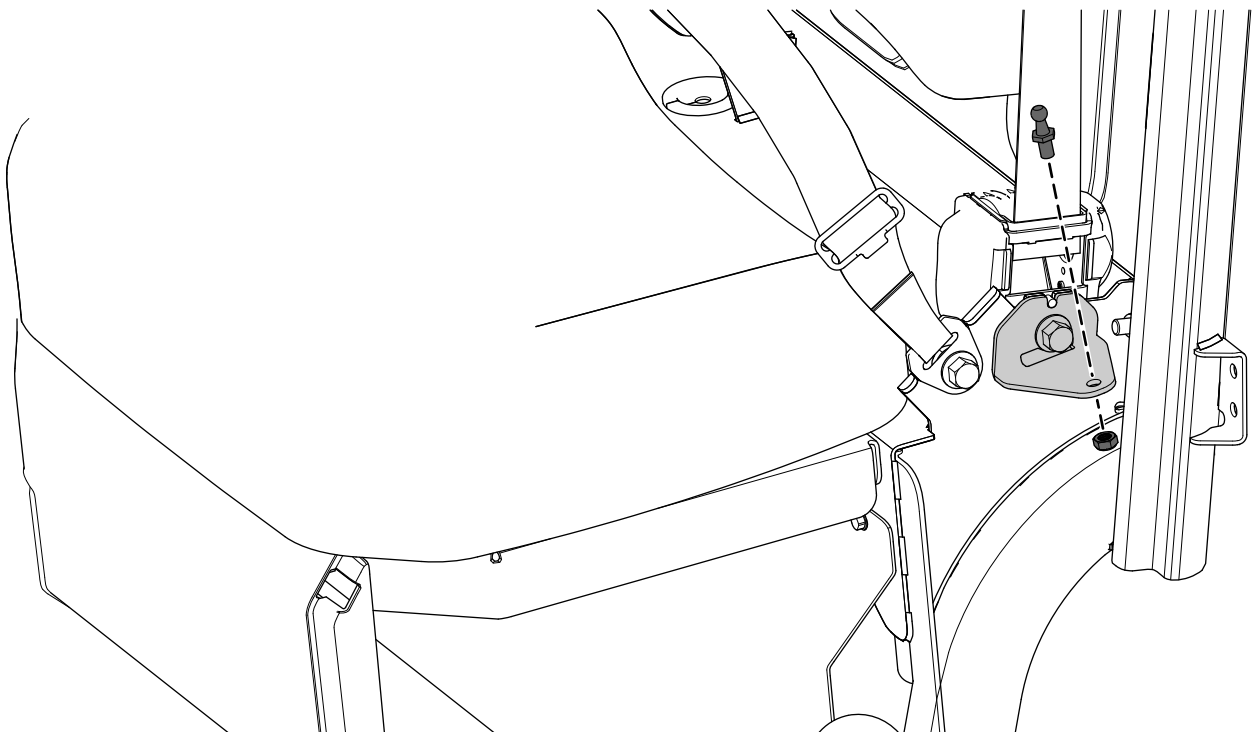

Bild 4
4. Befestigen Sie einen Lagerschuh an der linken Türstrebenhalterung mit einer Sicherungsmutter (5/16"), wie in **Bild 4** dargestellt.